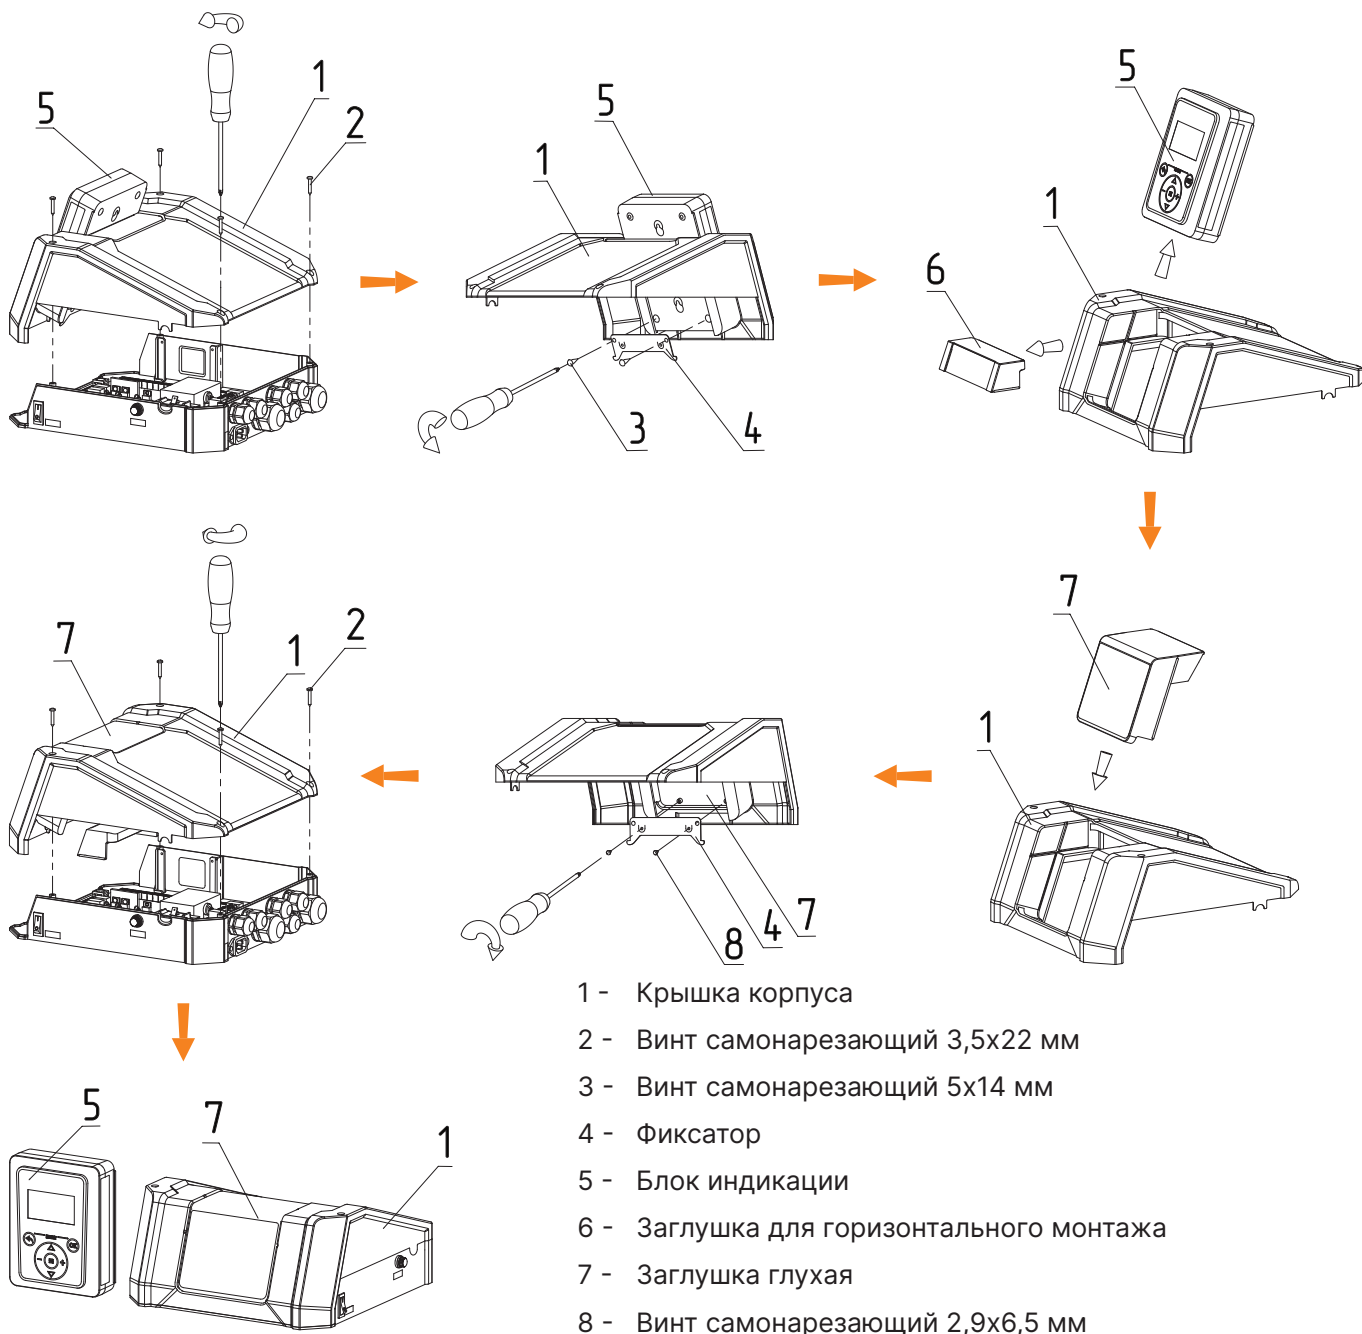

Рис.11 Схема монтажа с выносом контроллера
1. Открутите винты (Рис.11, поз.2);
2. Поднимите крышку корпуса (Рис.11, поз.1);
3. Открутите винты (Рис.11, поз.3) с обратной стороны крышки корпуса;
4. Уберите фиксатор (Рис.11, поз.4);
5. Уберите контроллер (Рис.11, поз.5);
6. Вытяните заглушку (Рис.11, поз.6);
7. Вставьте глухую заглушку (Рис.11, поз.7);
8. Закрепите фиксатор (Рис.11, поз.4) винтами (Рис.11, поз.8);
9. Закрепите крышку корпуса (Рис.11, поз.1) винтами (Рис.11, поз.2).